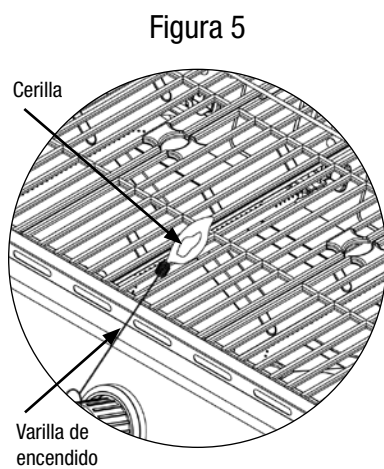

Figura 5
8. En caso de que el encendedor no encienda el quemador, use una cerilla encendida colocada en la vara de encendido que se acompaña para encender los quemadores manualmente. Gane acceso a los quemadores por el espacio entre la rejilla de cocción y las placas de distribución de calor. Acerque la llama de la cerilla al lado del quemador (vea Figura 5).